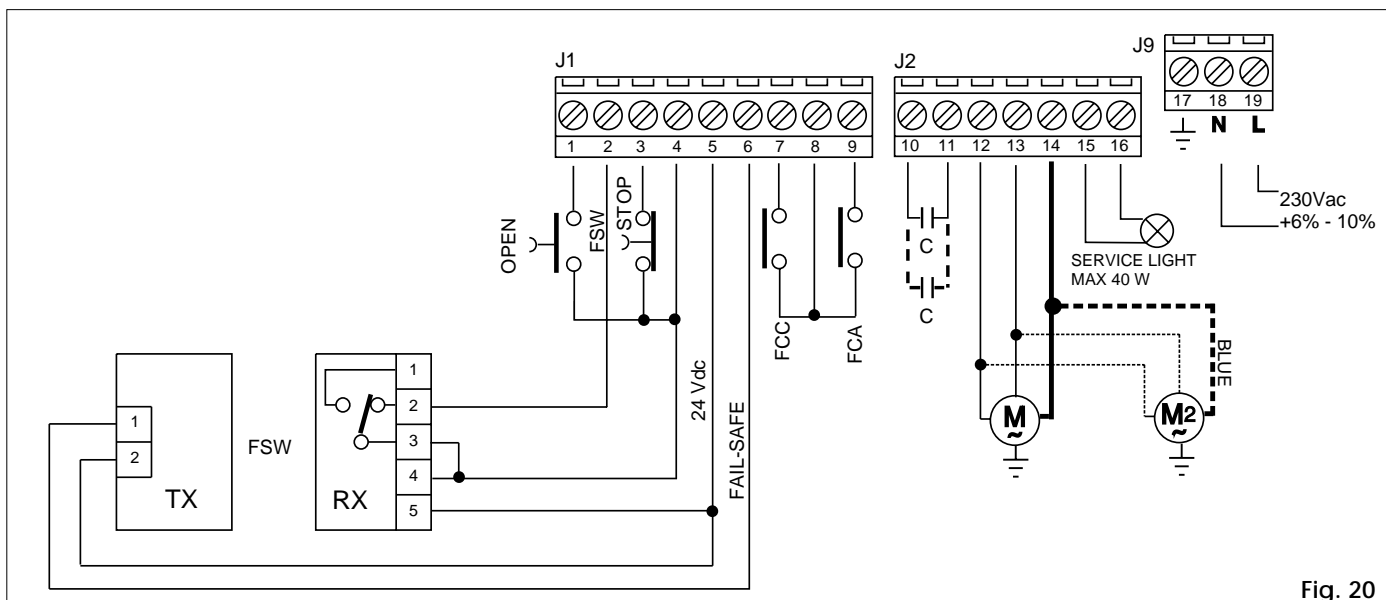

Fig. 20
Pour portes basculantes de 3,50 m à 5 mètres de largeur, il faut utiliser un opérateur 595 I (intégré) et un opérateur 595 S (esclave). La hauteur maximum admissible est de 3 mètres. Le critère d'installation (fig. 9) est semblable à celui adopté pour l'installation d'un seul opérateur. Après la pose, effectuer les branchements électriques comme indiqué fig. 20.
- Vérifier que l'impulsion de "OUVERTURE" sur l'entrée (fig.20) provoque bien l'ouverture de la porte.